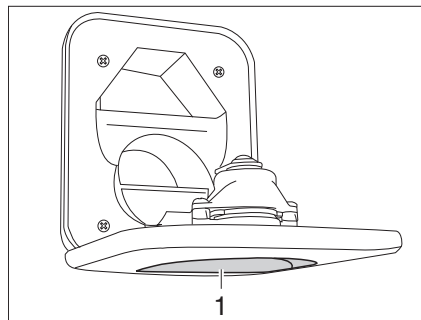

Fig. 233 Bec de remplissage d'eau fraîche pour les toilettes
- Ouvrir le bec de remplissage d'eau fraîche pour les toilettes (Fig. 233,1) au-dessus du portillon de la cassette Thetford et le faire pivoter vers le bas.